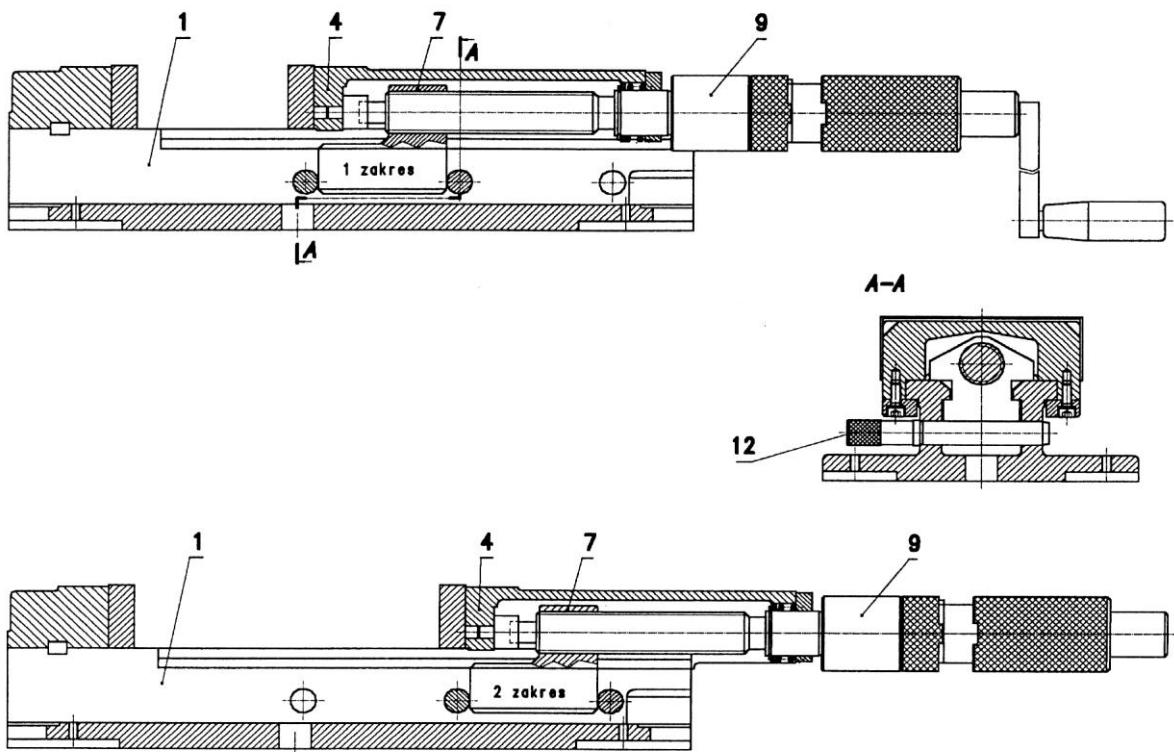

Abb. 2 Änderung des Klemmbereiches des Schraubstocks.
Die bewegliche Backe 4 läuft stufenlos in Körperführungen 1 getrieben von der Leitspindel 9 innerhalb zwei Klemmbereichen (Abb. 2).
Die Änderung des Klemmbereiches wird wie folgt durchgeführt: entfernen Sie zwei Sperrbolzen 12, stellen Sie den Halter in Bezug auf den Körper von der Position 1 zur Position 2 oder umgekehrt abhängig vom Bedürfnis ein (siehe Abb. 2) und mit Sperrbolzen 12 absperren.
- Riegel 12 in Öffnungen im Schraubstock-Körper einfügen (Abb. 2).